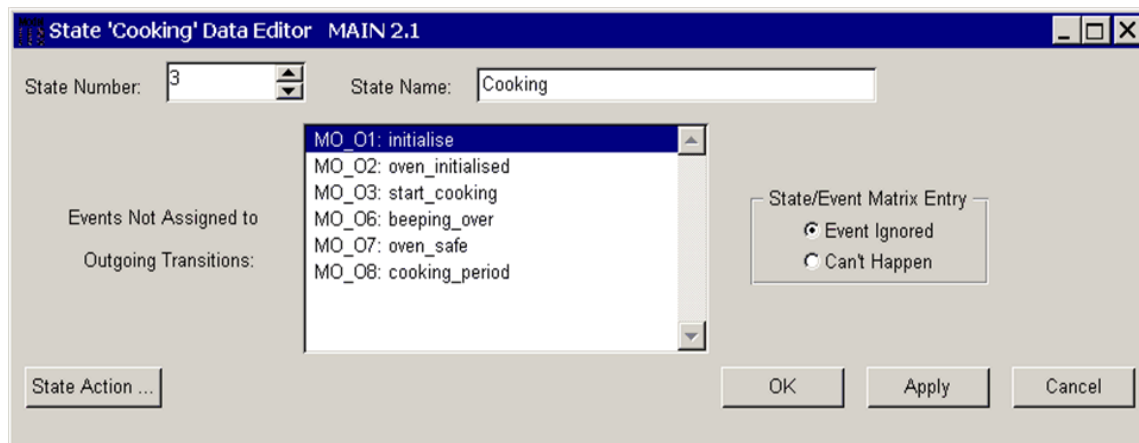

図 4-10: 状態データエディタ
- 右クリックして、Cooking 状態に対して実行できる操作のメニューを表示します。[State Data Editor] を選択します。状態データエディタが別のウィンドウに表示されます（図 4-10）。